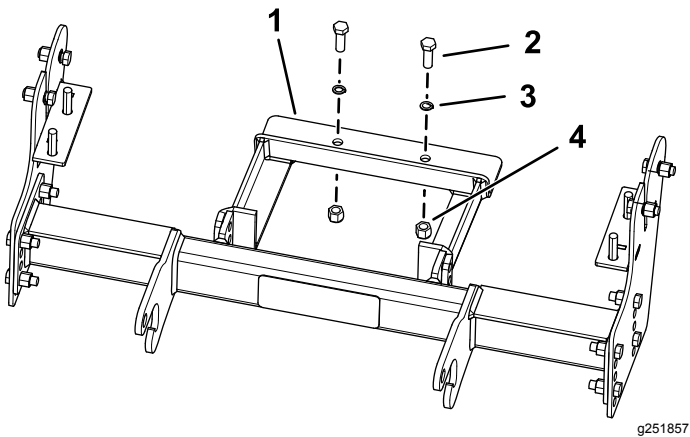

**Figura 2**
- Sujete la viga de empuje a las placas laterales usando 8 pernos ( $\frac{1}{2}$ " x  $1\frac{1}{2}$ ") y 8 contratuercas ( $\frac{1}{2}$ "), como se muestra en la Figura 2.